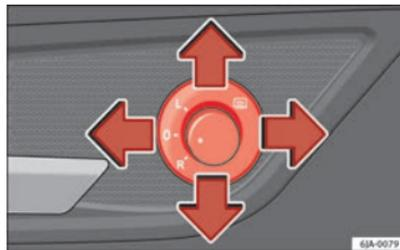

Fig. 68 Interior da porta: comando circular
- Coloque o comando circular na posição ⇒ Fig. 68.
- Coloque o comando circular na posição **L** ⇒ Fig. 68. Os movimentos do espelho são idênticos aos do comando circular.
- Coloque o comando circular na posição **R** ⇒ Fig. 68. Os movimentos do espelho são idênticos aos do comando circular. ▶